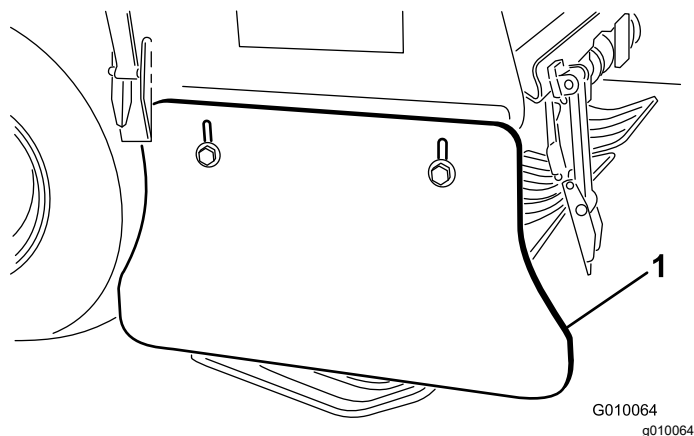

Figura 183
2. Slăbiți uruburile și contrapiuliile cu guler care fixează protecția laterală pe cadrul capului de carotaj (Figura 183).